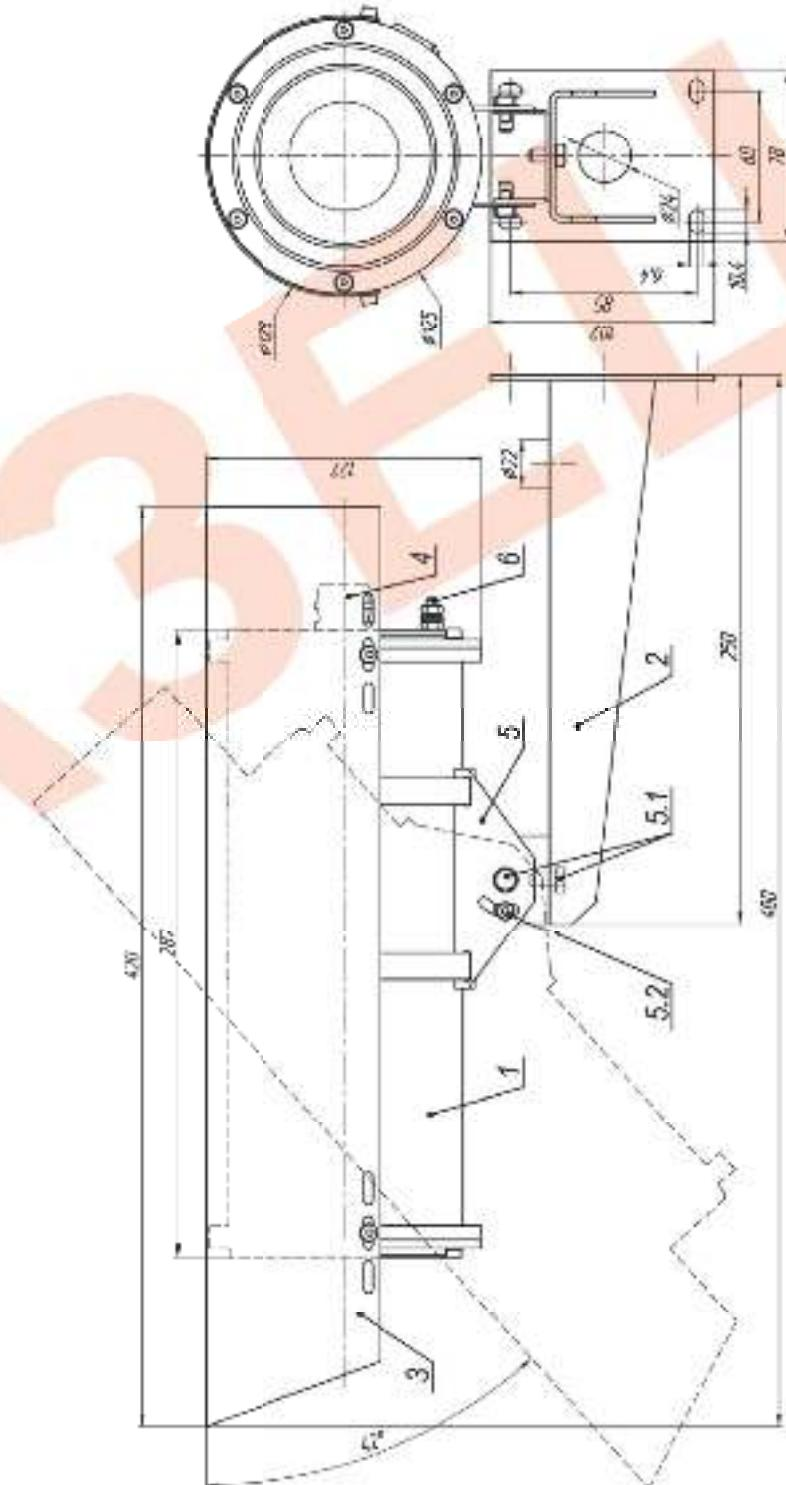

Рис.1 Габаритные и установочные размеры ТВК-190 IP
2. Ослабить болты к винты фиксации шарнира (поз.5.1 и 5.2 рис.1); установить гермобокс на нужное направление обзора, после чего надежно зафиксировать шарнир затянув выше перечисленные болты и винты.
3. Заземлить гермобокс с помощью болта заземления (поз.6 рис.1).
Состав изделия: (см. рис.1)